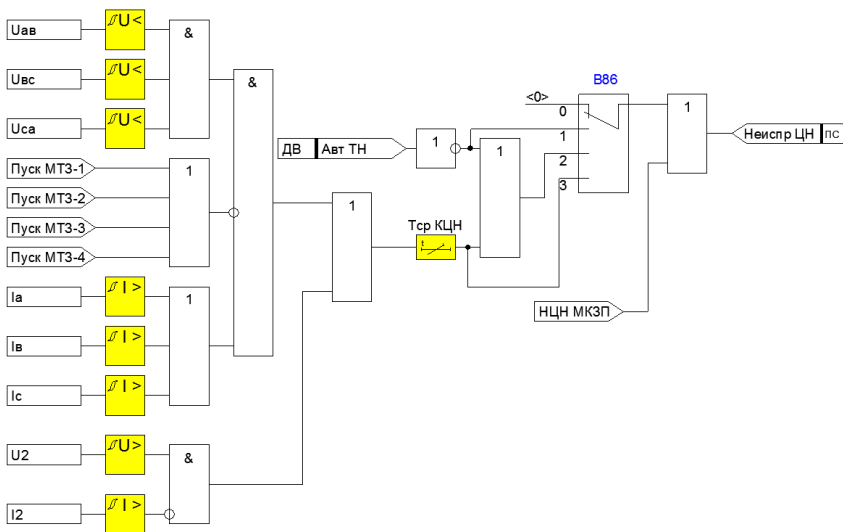

Рисунок 4.1.11 – Функциональная схема контроля ЦН
2) Обрыв цепей напряжения выявляется при одновременном выполнении следующих условий (Рисунок 4.1.11):